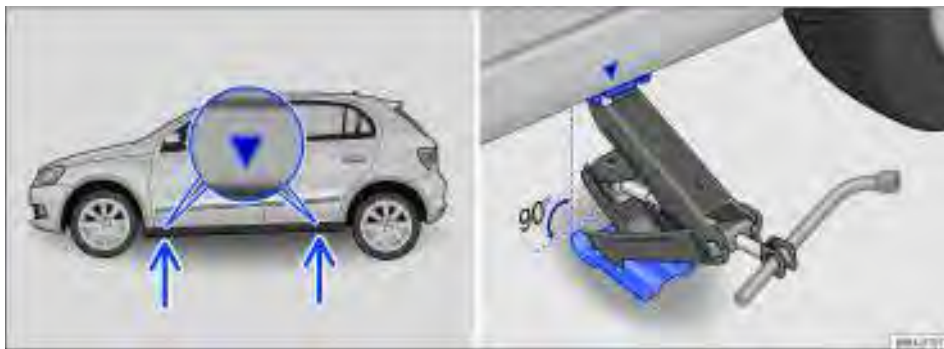

Fig. 162 Pontos de apoio do macaco e macaco posicionado no lado esquerdo traseiro do veículo.
A figura $\Rightarrow$ Fig. 162 ilustra, como exemplo, os pontos de recepção do macaco do modelo Novo Gol 4 portas. O modelo Novo Gol 2 portas segue o mesmo conceito.
O macaco somente pode ser posicionado nos pontos de apoio indicados (marcação na carroceria) $\Rightarrow$ Fig. 162. É válido o ponto de apoio localizado próximo à roda correspondente $\Rightarrow$ .
6. Procurar o ponto de apoio do macaco sob o veículo $\Rightarrow$ Fig. 162, o qual se encontra mais próximo da roda a ser trocada.
8. Garantir que a base do macaco, com toda sua superfície, esteja sobre o chão e que a base se encontre perpendicularmente abaixo do ponto de colocação $\Rightarrow$ Fig. 162.
9. Alinhar o macaco e, simultaneamente, levantar a garra do macaco até ela se encaixar na travessa debaixo do veículo $\Rightarrow$ Fig. 162.
- Posicionar o macaco somente nos pontos indicados. A garra do macaco deve se encaixar no perfil da longarina de forma segura ⇒ Fig. 162.